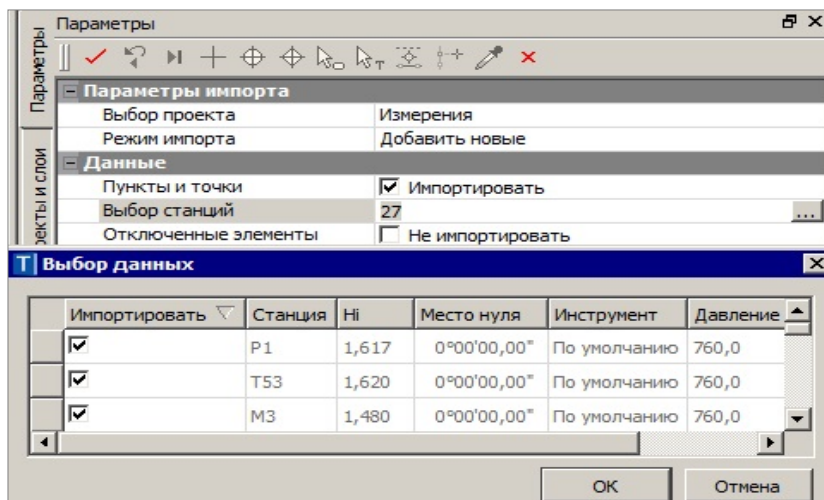

Рис. 4.14
- Можем выбрать импортируемые станции через диалог **Выбор данных** (рис. 4.14).